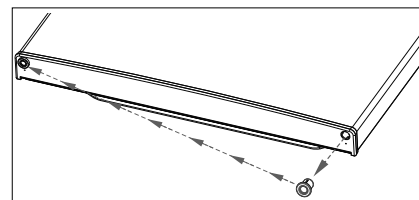

Fig. 10
- ▶ Spostare anche la boccola della cerniera dal lato inferiore della porta del vano congelatore sul lato sinistro (fig. 10).